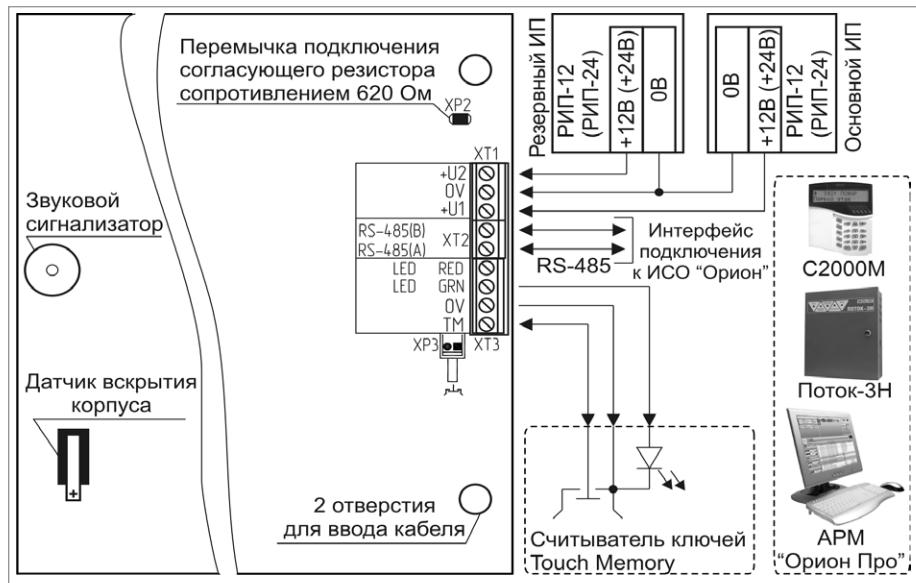

Рисунок 8. Схема внешних соединений блока «Поток-БКИ»
- Подключение соединительных линий выполняйте в соответствии с проектной документацией и схемой на рис. 8.
- Подключите к клеммам «RS-485 (A)» и «RS-485 (B)» линии интерфейса RS-485 в соответствии с рекомендациями параграфа «Подключение линий интерфейса RS 485» (стр. 40).